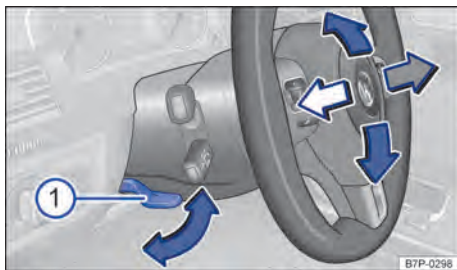

Fig. 71 Embaixo do volante no revestimento da coluna de direção: alavanca de ajuste mecânico da posição do volante.
- Virar a alavanca \Rightarrow Fig. 71  para baixo.
- Virar a alavanca sempre com firmeza para cima \Rightarrow Fig. 71  após o ajuste, para que o volante não mude de posição involuntariamente durante a condução.